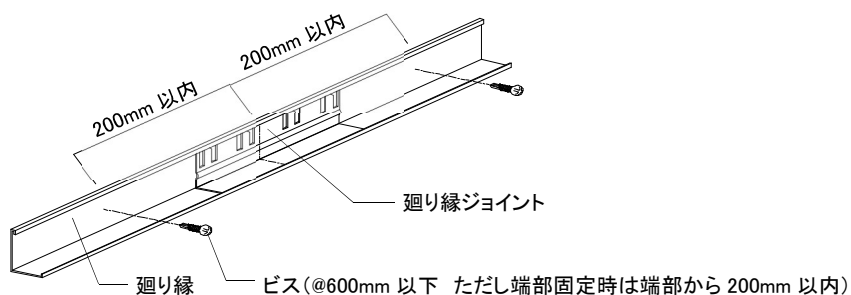

図2-3-2 廻り縁端部のビス固定位置
②基準墨に沿って廻り縁をビスピッチ@600mm 以下で固定する。端部固定時は廻り縁ジョイントと干渉しないように、端部から 200mm 以内に固定する。(図 2-3-2 参照)